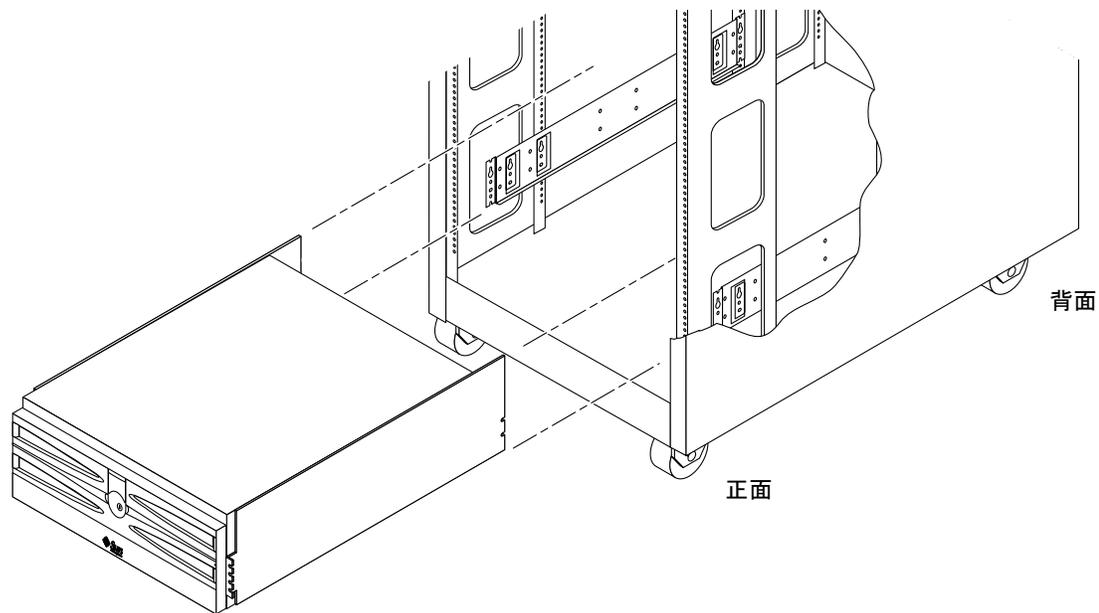

図 6 取り付けトレーと固定部品の位置合わせ
3. 取り付けトレーをキャビネットの固定部品の位置に合わせます (図 6)。